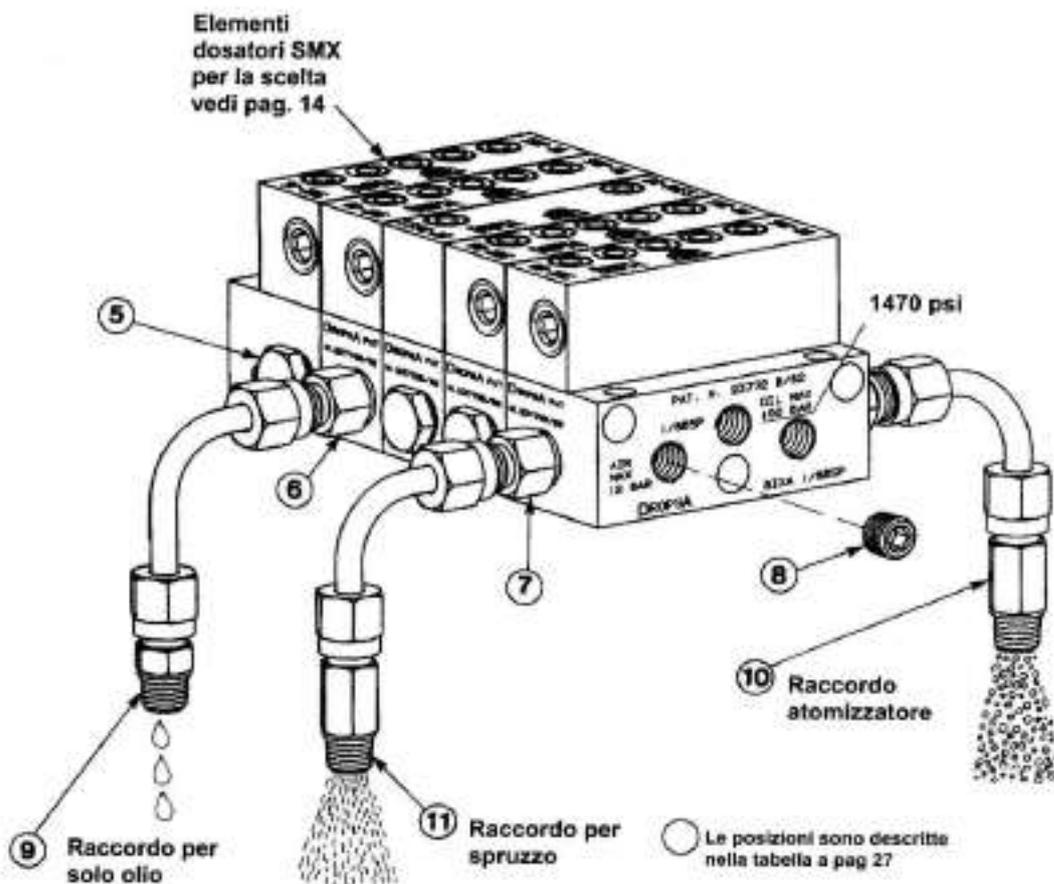

Fig. 1
- **Lubrificazione con olio atomizzato** (miscela aria-olio di tipo fine con terminale di atomizzatore) Fig.1 n.10
- **Lubrificazione a spruzzo** (miscela aria-olio di tipo grossolano con terminale a spruzzo) Fig.1 n.11
- **Lubrificazione con solo olio** (con terminale a spruzzo) Fig.1 n.9